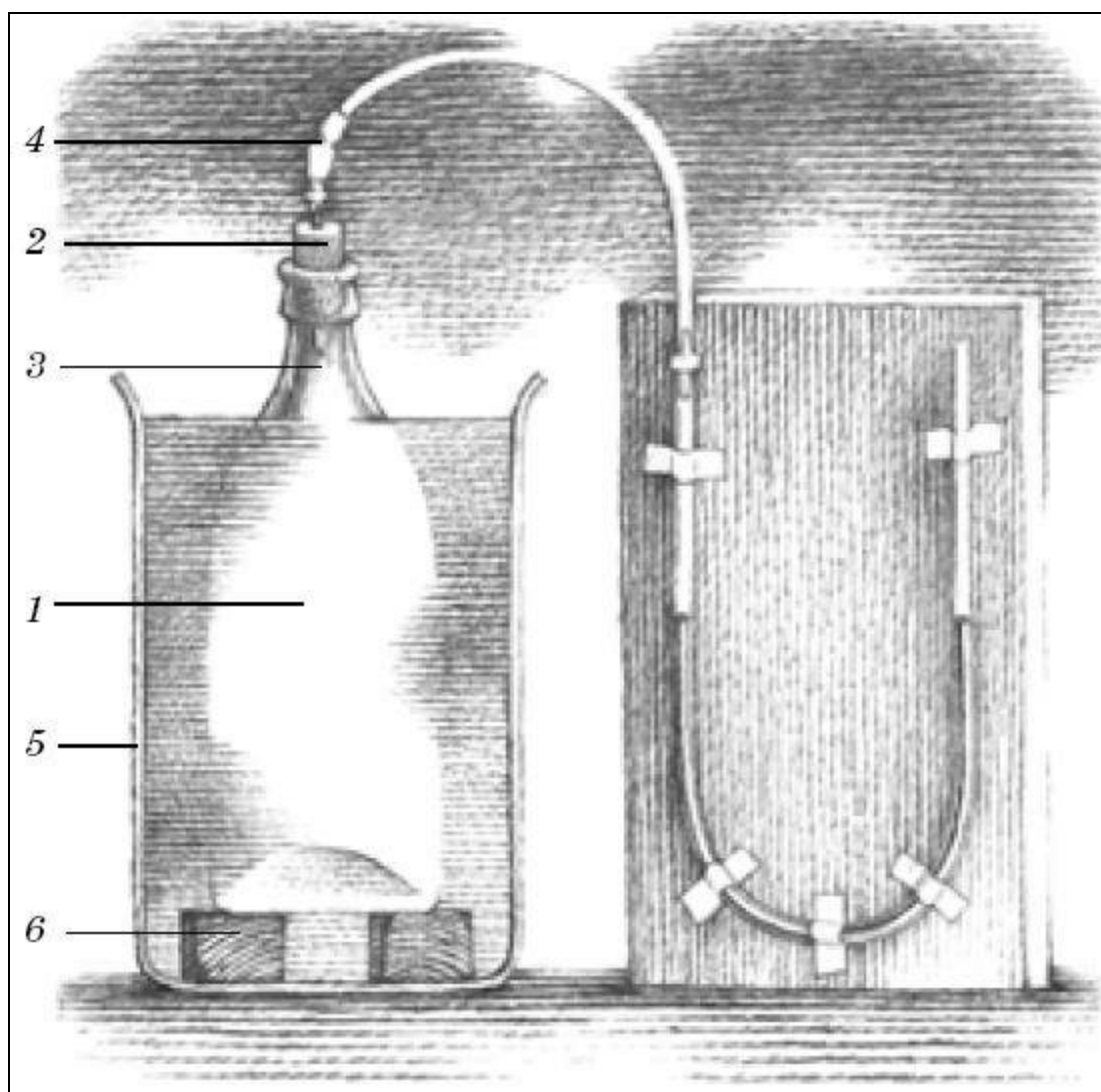

Рис. 45
Именно основываясь на этом принципе, предлагаем вам создать свой термометр (рис. 45). Возьмите стеклянную бутылку (1) (важно, чтобы она была сухой и чистой; чем больше объем бутылки, тем точнее и чувствительнее будет прибор) и герметично заткните ее пробкой (2). Предварительно вставьте в пробку толстую иглу (3) капельницы, при этом разрезать капельницу нигде не нужно – она сможет послужить и для других опытов. Затем, используя все ту же капельную систему, изготовим жидкостный манометр, который будет показывать изменения давления и соответственно температуры внутри бутылки.